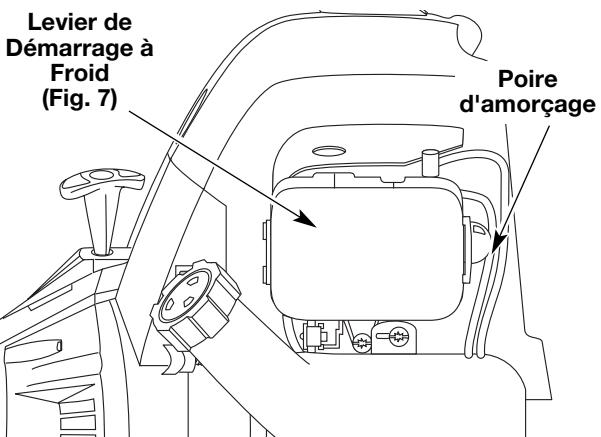

Fig. 10
- 4. Pressez et relâchez la poire d'amorçage à 10 reprises, lentement. Une certaine quantité de **carburant devrait être visible dans la poire d'amorçage** et les conduites de carburant (Fig. 10). Si vous n'apercevez pas de carburant dans la poire, pressez et relâchez la poire autant de fois que nécessaire jusqu'à ce que vous aperceviez du carburant dans cette dernière.